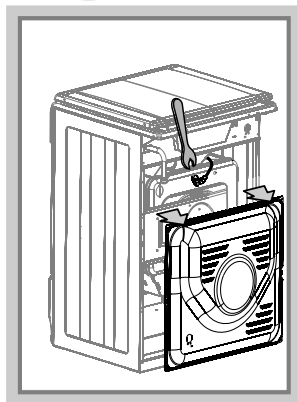

Рис.20
- при помощи ключа выкрутить и заменить сопло (рис. 20).